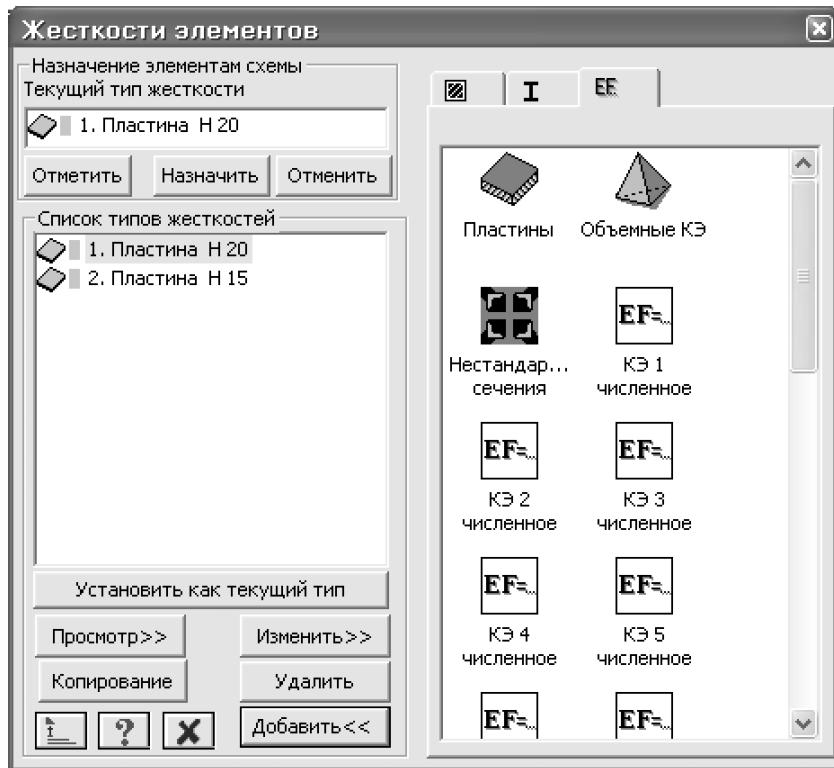

Рис.6.7. Диалоговое окно **Жесткости элементов**
- С помощью меню **Жесткости** ⇒ **Жесткости элементов** (кнопка на панели инструментов) вызовите диалоговое окно **Жесткости элементов** (рис.6.7).